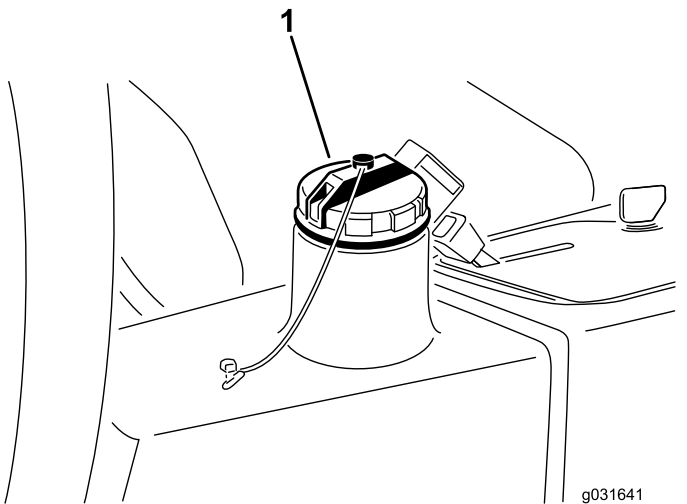

Figura 66
4. Llene el depósito (Figura 66) con aproximadamente 13,2 litros de fluido hidráulico; consulte Especificación del fluido hidráulico \(página 57\) y Comprobación del nivel de fluido hidráulico \(página 58\).